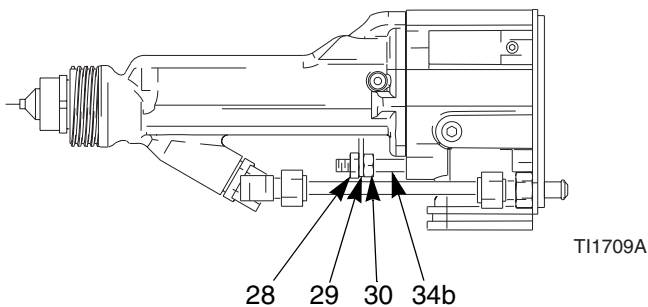

Fig. 25. Braccio dell'attuatore
- 2. Rimuovere il gruppo del cappello aria, pagina 34, e l'involucro della pistola (2).
- 3. Rimuovere il controdado (28), il braccio dell'attuatore (29), ed il dado di regolazione (30). Vedere Fig. 25.
1. Installare il controdado (30), il braccio dell'attuatore (29) ed il dado di regolazione (28) nell'asta del pistone (34b). Si noti che il controdado (28) presenta un esagono leggermente più grande e un profilo più sottile del dado di regolazione (30). Vedere Fig. 25 a pagina 38.